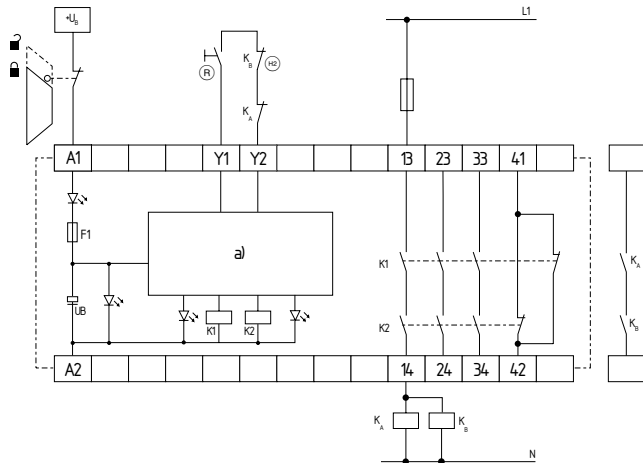

Fig. 2
**L'exemple reprend une commande à un canal d'une surveillance de porte, avec un contact à manoeuvre positive d'ouverture et un interrupteur de réarmement externe J (voir Fig. 2)**